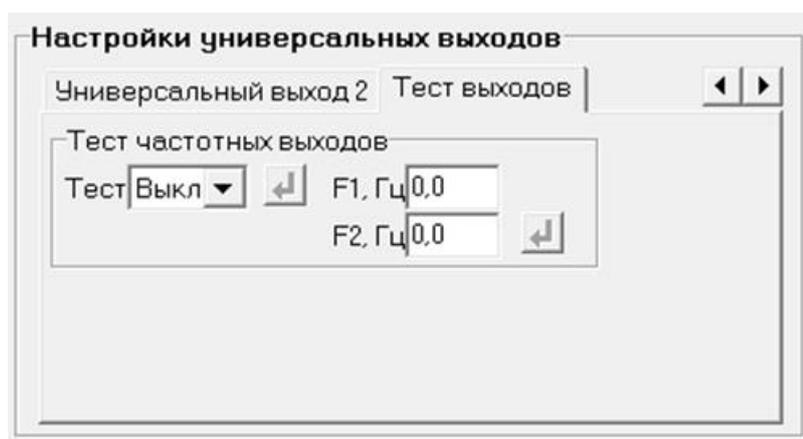

Рис.13. Вид вкладки «Тест выходов».
- 2.4.5. В расходомере предусмотрена возможность проверки работоспособности универсальных выходов в частотном режиме. Установочные параметры для проведения тестирования находятся во вкладке **Тест выходов** (рис.13), переход к которой производится нажатием кнопки .